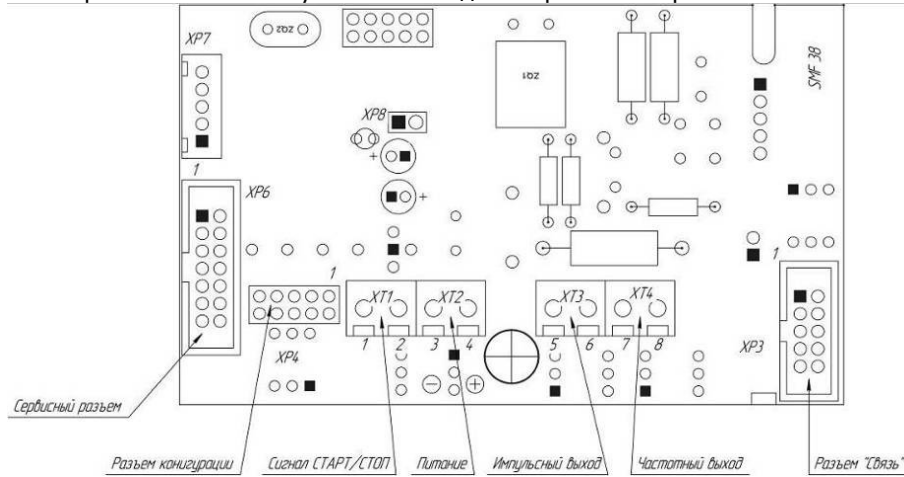

рис. 4.3
- 4.6 Расположение и полярность клеммы импульсного выхода изображены на рис. 4.3